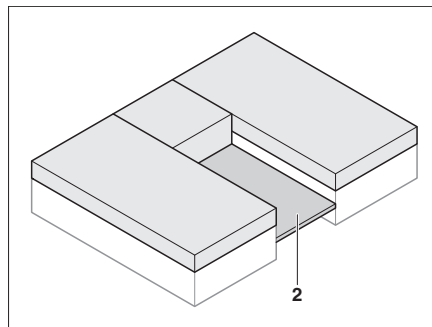

Fig. 83 Extraer el somier
- Extraer el somier (Fig. 83,2) entre las camas individuales.